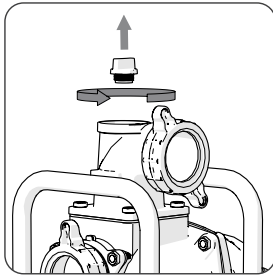

Abb. 4
- Entfernen Sie die Einfüllstopfen an der Oberseite der Pumpe. (Abb. 4)